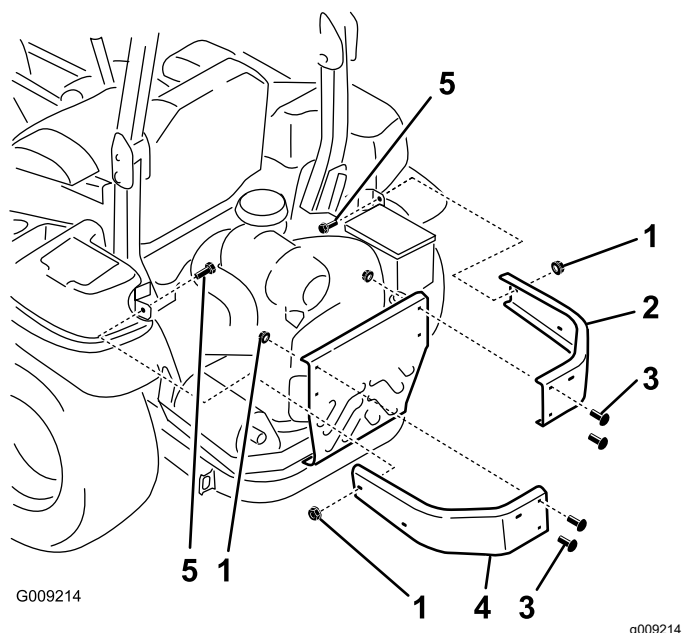

Figura 5
e seis porcas flangeadas ($\frac{3}{8}$ pol.) como se mostra na Figura 5.
1. Remova as porcas e parafusos que prendem os amortecedores laterais à máquina (Figura 5).